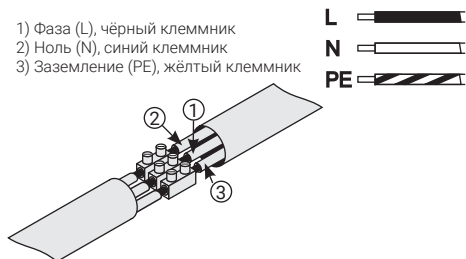

Рис.21
5.2.7. Провод заземления имеет жёлтый или жёлто-зелёный цвет и жёлтый клеммник (рис. 21 «3») фаза (L) - чёрный цвет и чёрный клеммник (рис. 21 «1»), ноль (N) - синий цвет и синий клеммник (рис. 21 «2»).